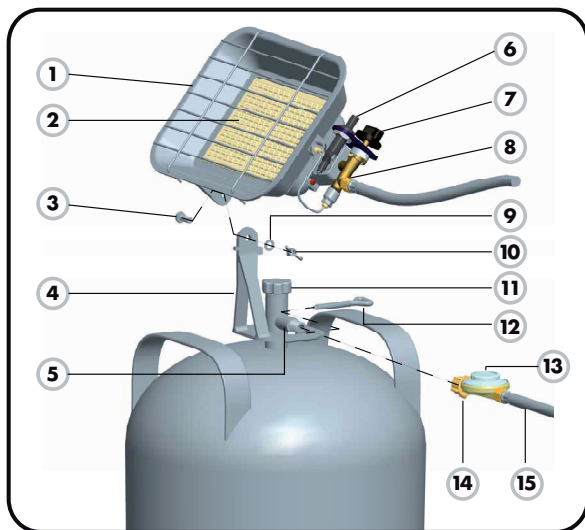

Abb. 1: Montage des Gas-Heizstrahlers
1. Montieren Sie den Heizstrahler (1) mit beigelegter Schraube (3), Zahnscheibe (9) und Flügelmutter (10) an die Gerätehalterung (4) wie in Abb. 1 dargestellt.